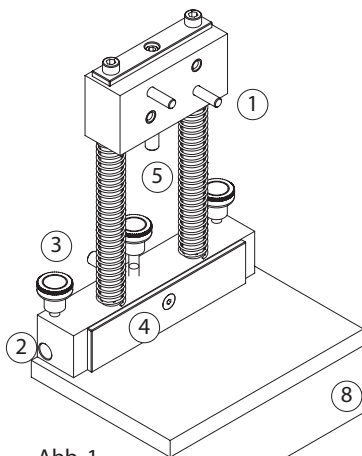
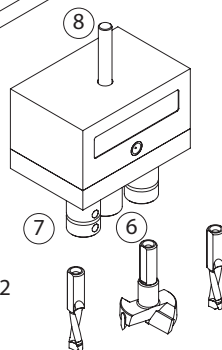
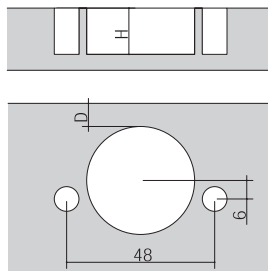
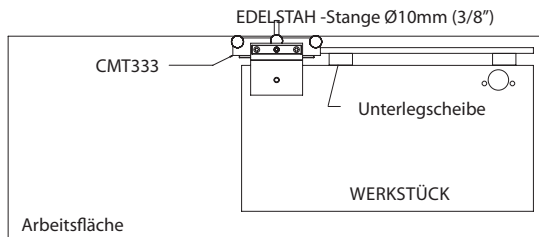

Abb. 1
Abb. 2
Abb. 3
Abb. 4
Montieren Sie den entsprechenden Spannkopf (Abb. 2) gemäß dem Scharniermodell an der Mehrzweckstütze (Abb. 1) mit den beiden hinteren Sicherungsschrauben (1). Positionieren Sie das Bohrsystem auf einer Arbeitsfläche, die für die Art der Bearbeitung geeignet ist. Beschaffen Sie eine Stahlstange mit einem Durchmesser von $\varnothing 10$ mm und einer Länge, die für die Art der auszuführenden Bearbeitung geeignet ist, und befestigen Sie sie in der Seitenbohrung (2). Stellen Sie den Referenzanschlag ein und verriegeln Sie alles mit den beiden Klemmknöpfen (3) und befestigen Sie eine oder mehrere Referenzscheiben auf dem Tisch entsprechend der Länge des zu bohrenden Werkstücks (Abb. 4). Bohrabstände einstellen (Abb. 3): Positionieren Sie das zu bohrende Werkstück von der Plattenkante zum Scharnier (D) mit dem Platten- und Mittelspannkopf (4) und der Bohrtiefe (H) mit Gewindestange und Kontermutter (5) (Abb. 4). Die für den gewählten Kopf geeigneten Bits werden dann an die drei Dorne angebracht: bringen Sie den $\varnothing 35$ mm Bit für rechtshändige Scharniere am mittleren Dorn (6) an, während sich an den zwei seitlichen Dornen (7) linkshändige $\varnothing 8$ mm oder $\varnothing 10$ mm Bits für Sacklöcher (je nach Art des Scharniers) mit den beiden Dübeln befestigen lassen (Abb. 2).
Za pomocą dwóch śrub (1) przymocuj do stojaka wielofunkcyjnego (rys.1) według typu zastosowanego zawiasu odpowiednią głowicę wiertarską (rys. 2). Umieścić system wiertarki na powierzchni roboczej odpowiadającej rodzajowi zamierzonej pracy. Zastosuj stalowy pręt o średnicy \varnothing 10 mm oraz długości w zależności od rodzaju wykonywanej pracy, następnie włóż pręt w otwór boczny (2). Ustaw ogranicznik, a wszystko zamocuj za pomocą dwóch kulowych kluczy (3) następnie umieść jedną lub więcej podkładek wyrównujących w zależności od długości elementu, do którego będziesz wiercić (rys. 4). Ustaw odległość wiercenia (rys. 3): od krawędzi elementu do zawiasu (D) za pomocą płyty i kołka centrującego (4), a za pomocą gwintowanego czopu i nakrętki (5) ustaw głębokość wiercenia (H). Następnie, umieść element przeznaczony do wiercenia (rys. 4). Wiertła odpowiadające wybranej głowicy zamontuj na wrzecionach – na środkowe wrzeciono (6) zamocuj wiertło dla prawoskrętnych zawiasów, a do pozostałych dwóch bocznych wrzecion (7) zamocuj lewoskrętne wiertła o średnicy \varnothing 8 mm lub 10 mm do otworów nieprzelotowych (w zależności od rodzaju zawiasu). Wiertła przymocuj za pomocą dwóch śrub (rys. 2).